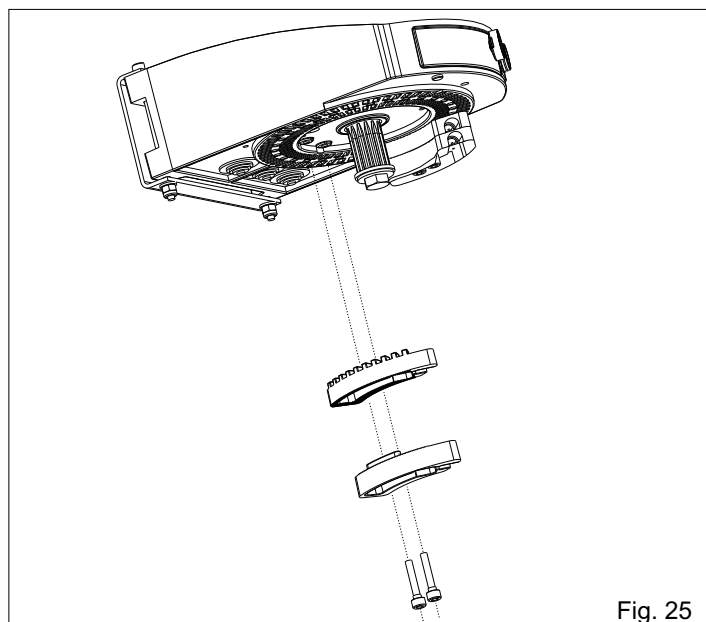

Fig. 25
- Colocar los golpes de stop como en Fig. 25 a golpe. sobre brazo y estrechar los tornillos respectando Fig.26.